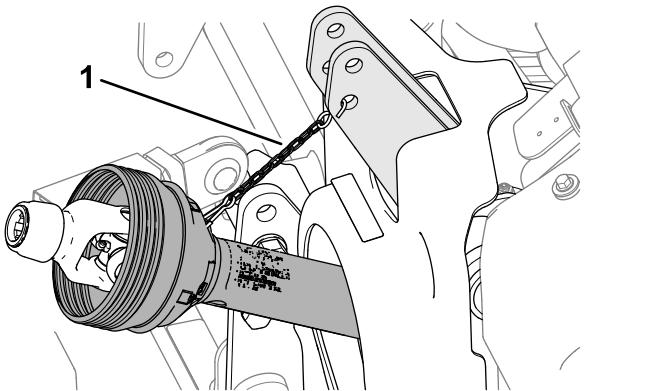

Bild 51
8. Verwenden Sie die Kette des Sicherheitsschutzblechs, um die Zapfwelle zu stützen, indem Sie die Kette zwischen dem Zapfwellenblech und der Maschine montieren (**Bild 51**).